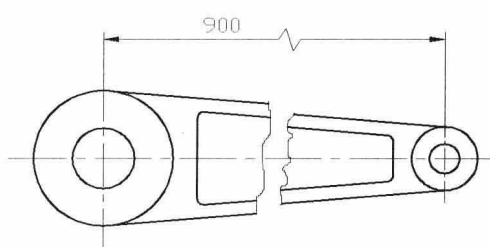

图 7-4-4
(2) 双击标注，打开“特性”选项板，在文字栏中“文字替代”框中输入实际长度。按 Esc 键。
(3) 选择菜单命令“标注/折弯线性”，命令行提示“选择要添加折弯的标注或 [删除(R)]”，单击标注对象。
(4) 命令行提示“指定折弯位置 (或按 ENTER 键)”，在标注文字右侧单击，创建折弯符号，如图 7-4-4 所示。